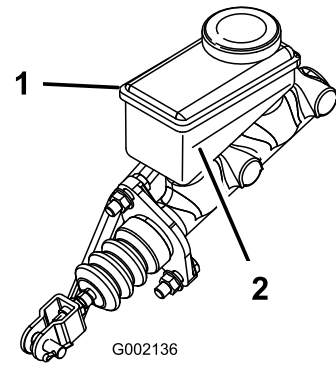

Figure 53
5. Observez le repère de niveau sur le côté du réservoir (Figure 53).
- B. Versez du liquide de frein DOT 3 dans le réservoir jusqu'à ce que le niveau dépasse le repère minimum (Figure 53).